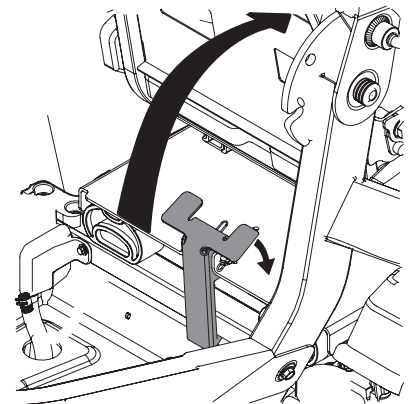

Figura 21
4. Gire todo el conjunto del asiento hacia arriba. Vea la Figura 21.